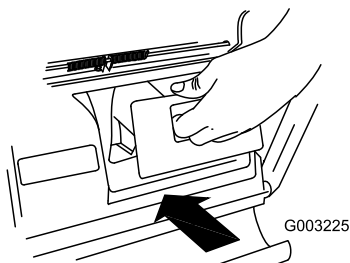

Figure 23
**Important:** Assurez-vous que l'obturateur de l'éjecteur arrière est en place avant de procéder au recyclage (Figure 23).